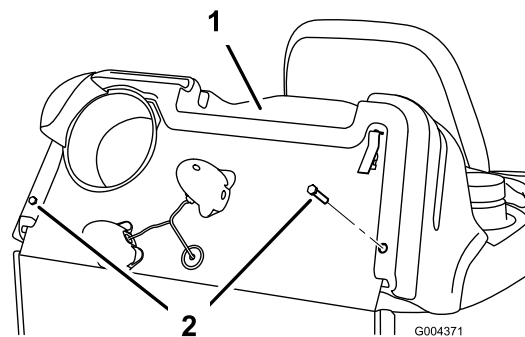

Figura 24
5. Togliete i dispositivi di fissaggio che consentono il montaggio del cofano del motore al telaio della macchina (Figura 24). Consertave tutte le parti.